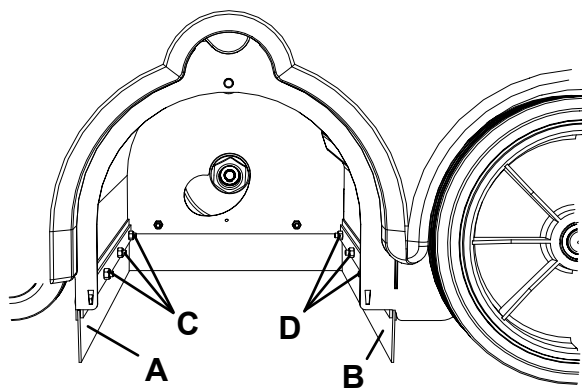

Figure 19
14. Contrôler l'intégrité des volets avant (A, Fig. 19) et arrière (B).
17. Si besoin est, régler la hauteur des volets en utilisant les orifices oblongs sur les vis (C et D, Fig. 19).